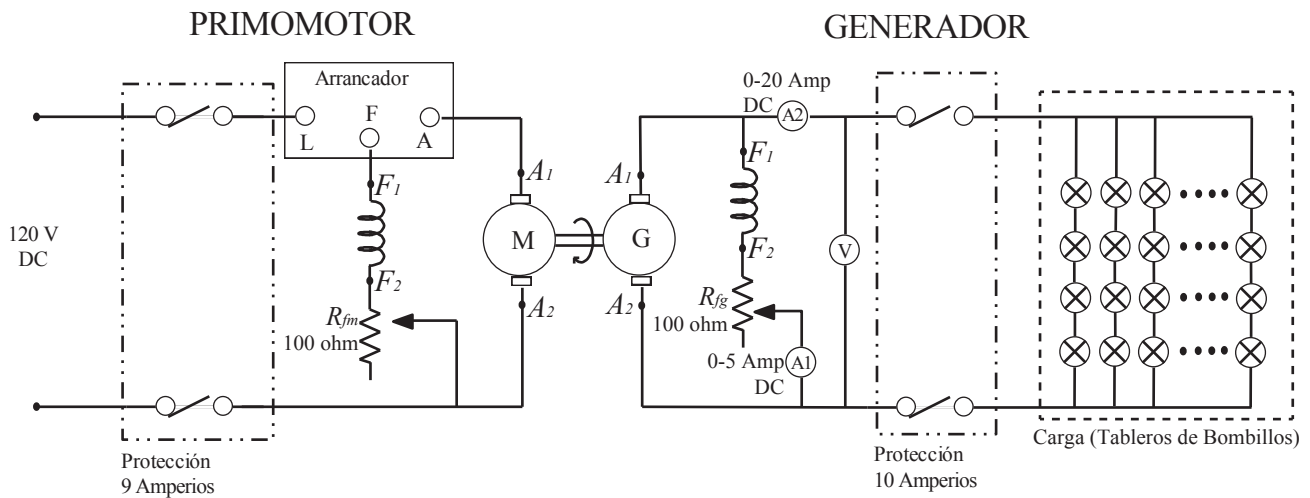

Figura 2: Conexión del conjunto primomotor-generator DC en paralelo
1. Realice el montaje del circuito de la figura 2.